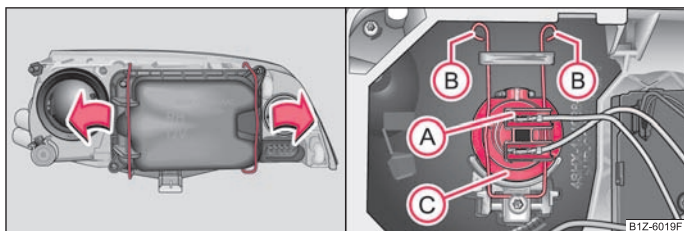

Fig. 149 Smontaggio del coperchio delle luci di posizione e anabbagliante / Smontaggio della lampadina della luce anabbagliante
- Premere lateralmente le graffe nel senso indicato dalla freccia e rimuovere il coperchio → fig. 149 - a sinistra.
- Rimuovere il connettore (A).
- Premere le graffe (B) in direzione del faro e quindi sganciarle lateralmente.
- Rimuovere la lampadina (C) e montarne una nuova prestando attenzione a inserire i naselli di fissaggio sull'attacco della lampadina nelle cavità del riflettore.